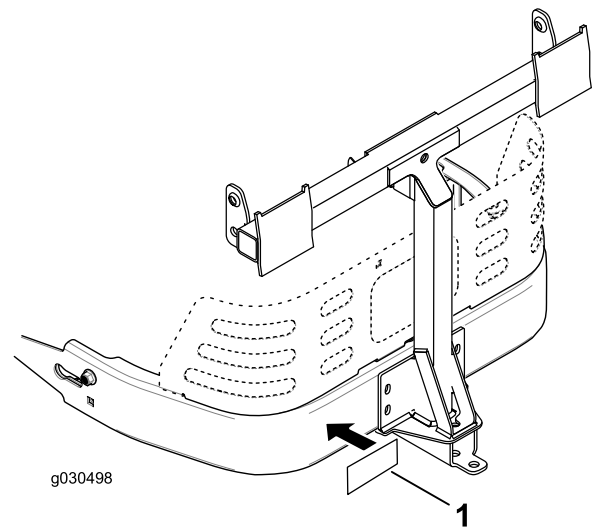

Bild 8
- Bringen Sie den Zugstangenaufkleber 1,3 cm links von der Anbaugerätbefestigung an (Bild 8).